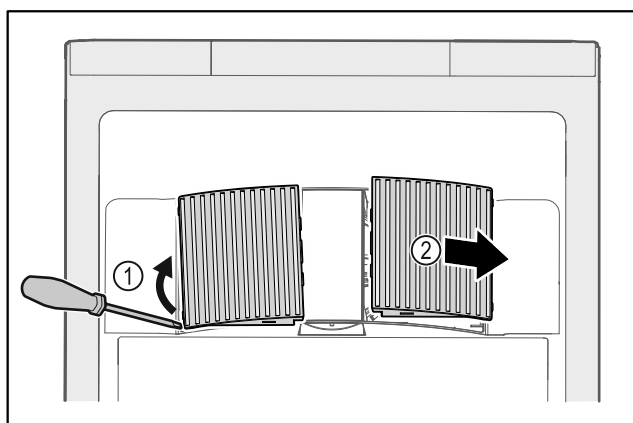

Fig. 58
- ▶ 从侧面小心撬开风机盖板 Fig. 58 (1) 并朝前取下 Fig. 58 (2)。